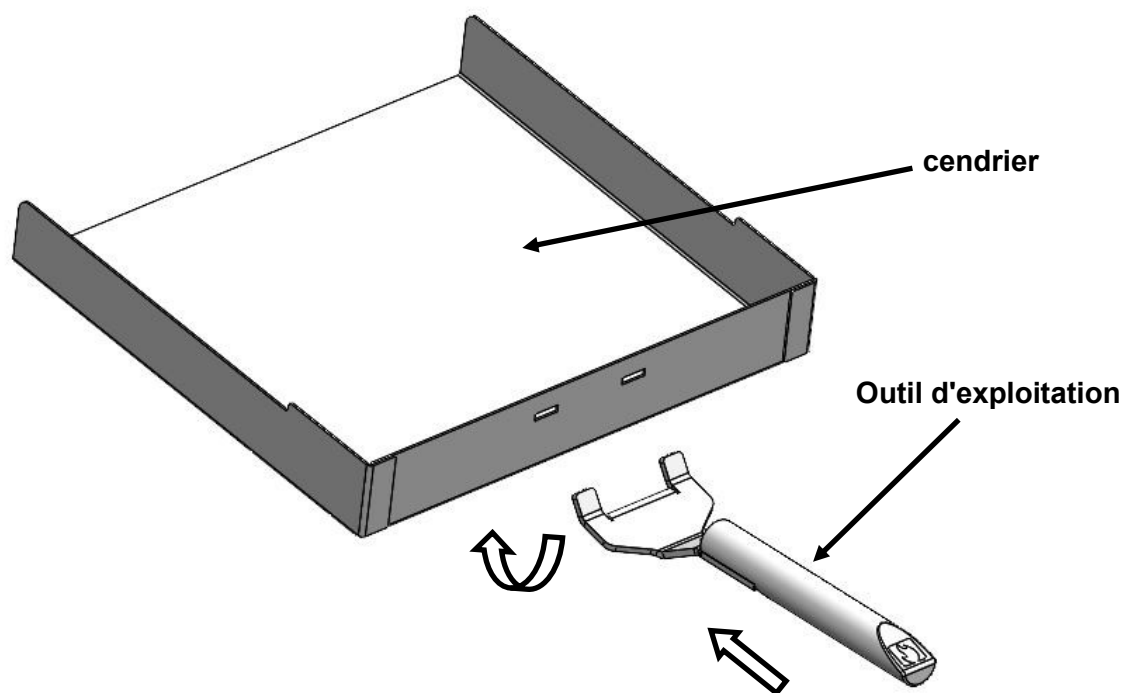

Fig.7 Cendrier et outil d'exploitation
- Insérez l'extrémité de la fourche de l'outil de travail dans le cendrier (voir Fig. 7.).